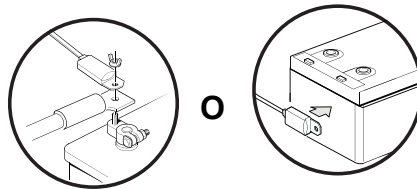

Figura 2-14 Conexión del cable BTS a la batería
2. Conecte el conector BTS ya sea conectándolo directamente a un terminal de la batería junto con las otras conexiones o quitando el adhesivo de la parte inferior del conector BTS y pegándolo directamente en la superficie de la batería. Ambos métodos se muestran en Figura 2-14.